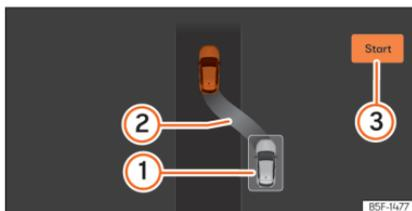

Abb. 156 Am Bildschirm des Kombi-Instruments: parallel zur Fahrbahn ausparken.
- Fahren Sie rückwärts, bis das Dauertonsignal des ParkPilot ertönt; **ODER:** fahren Sie zurück, bis am Bildschirm des Kombi-Instruments die Anzeige zur Vorwärtsfahrt erscheint. Die Fortschrittsanzeige » (Abb. 156) ③ zeigt den zur rückzulegenden Abstand an.